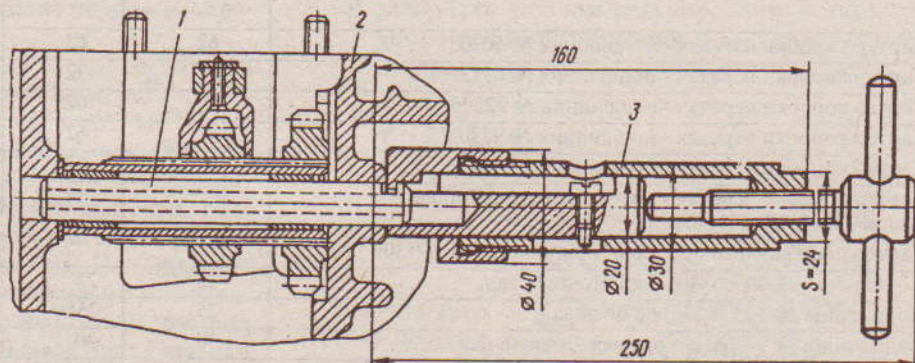

Рис. 5.10. Съемник оси шлицевого вала: 1 - ось шлицевого вала; 2 - картер коробки передач; 3 - съемник
- ✓ пользуясь съемником (рис. 5.10), выпрессовать ось шлицевого вала из картера коробки передач, извлечь шлицевой вал с промежуточными шестернями заднего хода;